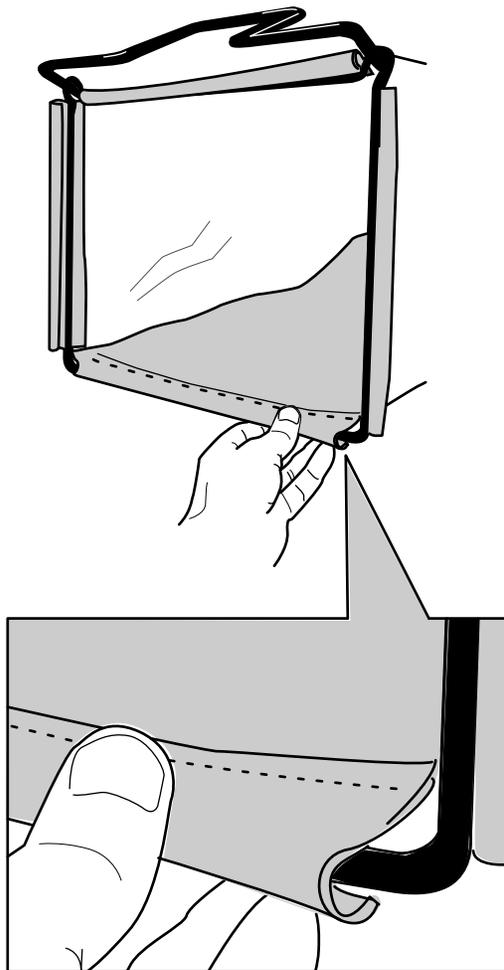

図 12
2. バッグ下側の溝をフレームに固定する 図 12。
3. バッグの上側と左右の溝をフレームに固定する 図 12。